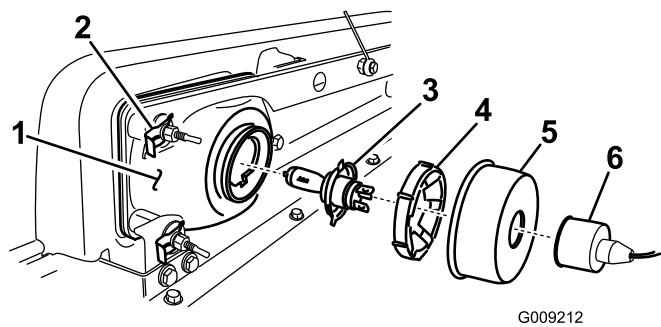

Figura 31
2. Retire el protector de goma (Figura 31).
2. Retire el faro desplazándolo hacia adelante y pasándolo por el hueco del parachoques delantero (Figura 31).
3. Introduzca el faro nuevo a través del hueco del parachoques (Figura 31). Asegúrese de que las clavijas quedan alineadas con los taladros del soporte de montaje del parachoques.